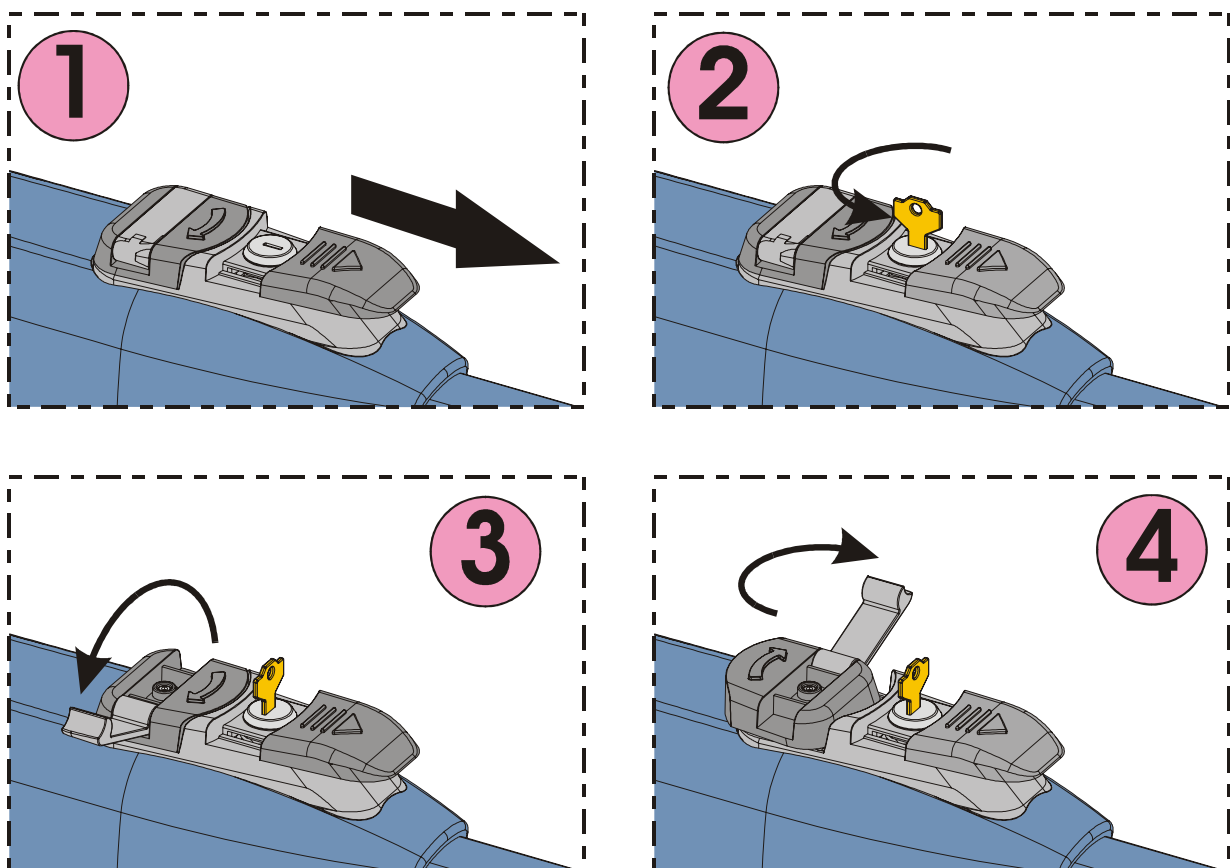

Fig. 22
- 3) Steek de sleutel erin en draai hem 90°, fig. 22/ 2.
- 4) Til de bedieningshendel op, fig. 22/ 3.
- 5) Om de aandrijving te ontgrendelen draait u de bedieningshendel 180° in de richting van de pijl op het ontgrendelsysteem, fig. 22/ 4.